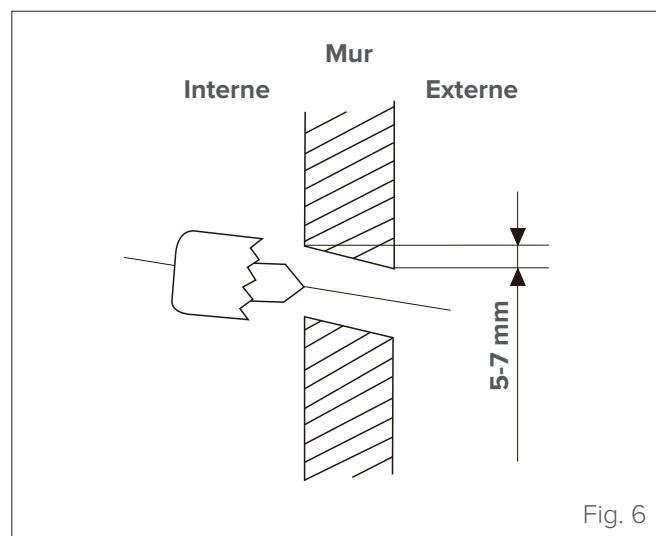

Fig. 6
- 1 Déterminer la position du trou en fonction de la position de la plaque de montage. Pour aider à choisir la position optimale, voir le point “Dimensions de la plaque de montage”. Le trou dans le mur doit avoir un diamètre minimum de 65 mm et une légère inclinaison vers le bas pour faciliter le drainage (voir “Fig. 6”).